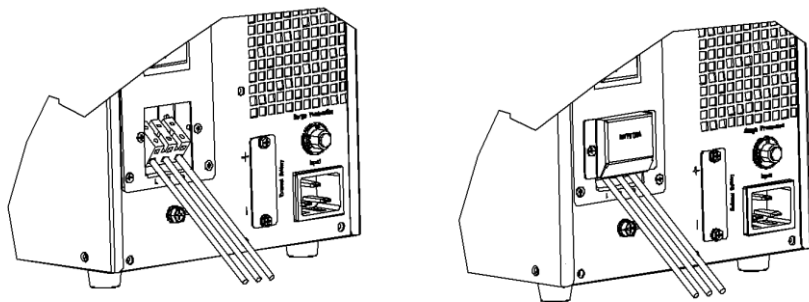

图 4 3K 输出接线端子
*除了插座方式输出，当您负载电流超过 10A 时，HT1103CS/L 还可为您提供端子方式输出，如图 4 所示：